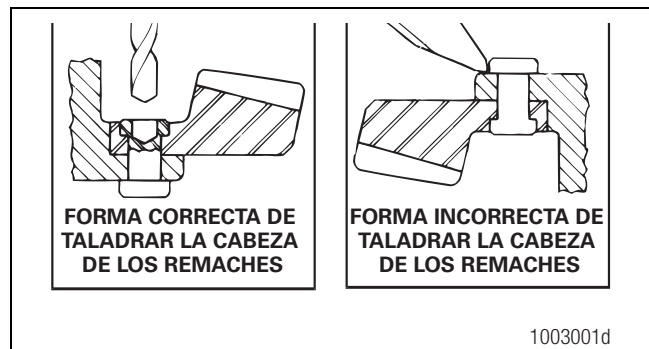

Figura 3.19
- A. Usando un punzón, golpee cuidadosamente la cabeza de cada remache en el centro, en el lado de la corona del conjunto. No use cincel y martillo. Figura 3.19.
- B. Taladre cada cabeza de remache en el lado de la corona del conjunto, a una profundidad igual al espesor de una cabeza del remache. Utilice una broca que sea 0.03125 de pulgada (0.79375 mm) menor que el diámetro del cuerpo de los remaches. Figura 3.19.